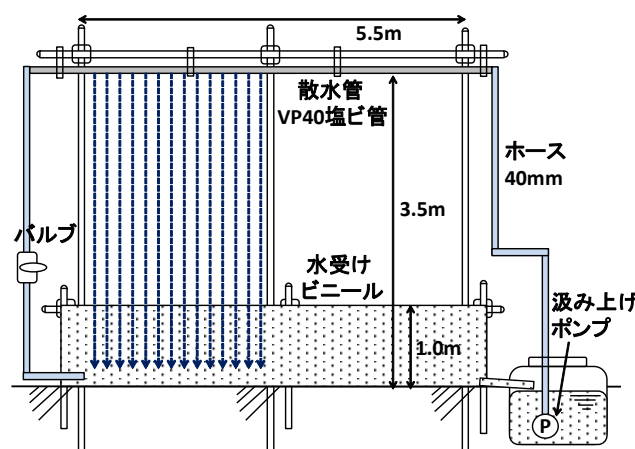

図1 実規模試験装置の略図
- 1 下部に配置した貯留タンクからポンプでクエン酸水溶液(水溶液)をくみ上げ、上部に直径2.5mm、20mm間隔で穴を開けた塩ビ管(散水管)を配管して散水し、下部で回収して、循環使用する装置です(写真、図1)。